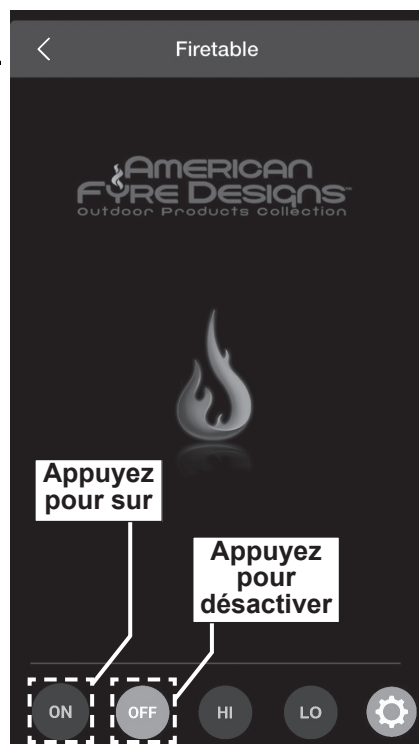

Fig. 44-1 Opération à distance:
1. Localisez le panneau de commande sur le côté de l'appareil (reportez-vous à la LISTE DES PIÈCES D'IDENTIFICATION si nécessaire), et identifiez les boutons **AUX CONTROL** et **POWER** (voir Fig. 44-1).
3. Depuis l'application, accédez à l'écran Appareils et sélectionnez votre appareil. L'écran à distance apparaîtra. Voir Fig. 44-1.
4. Appuyez sur l'icône **ON** située en bas à gauche de l'écran de votre télécommande (voir Fig. 44-1). L'écran affichera une flamme centrale orange et des étincelles en mouvement. La flamme centrale orange et la flamme des étincelles indiquent que la commande Bluetooth est activée. Le voyant du bouton **AUX CONTROL** s'allumera et la 60 secondes séquence d'allumage du brûleur commencera. Le brûleur s'allumera sur le réglage de flamme élevée (HI).
La hauteur de la flamme peut être ajustée via l'application à distance. Appuyez sur le bouton **H (élevé)** pour augmenter la hauteur de la flamme. Appuyez sur le bouton **L (bas)** pour diminuer la hauteur de la flamme. Voir Fig. 44-1. (Réglage LO disponible après 60 secondes.)
Pour éteindre le graveur (le système restera allumé), appuyez sur l'icône **OFF** située en bas à gauche de l'écran de votre télécommande. L'écran n'affichera plus la flamme centrale orange et les étincelles en mouvement. Voir Fig. 44-1. Le voyant du bouton **AUX CONTROL** s'éteindra également.
Note: Un délai de 60 secondes existe avant le rallumage. **Pour éteindre le brûleur et le système (arrêt total), ou si l'application à distance n'est pas disponible,** appuyez sur le bouton **POWER** du panneau de commande. Voir Fig. 44-1. Les voyants des boutons **POWER** et **AUX CONTROL** s'éteignent. (Éteignez complètement lorsque vous couvrez ou lorsque vous ne l'utilisez pas.)